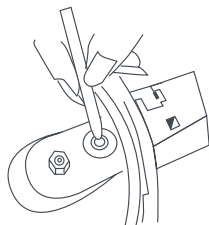

Fig.3
Soupape de sécurité (7). Logée à l'intérieur de la poignée et accessible depuis l'intérieur de l'autocuiseur pour sa vérification et son montage, elle intervient en cas d'augmentation excessive de la pression en permettant la sortie constante de la vapeur de l'intérieur du manche de l'autocuiseur (Fig. 3). Elle em-